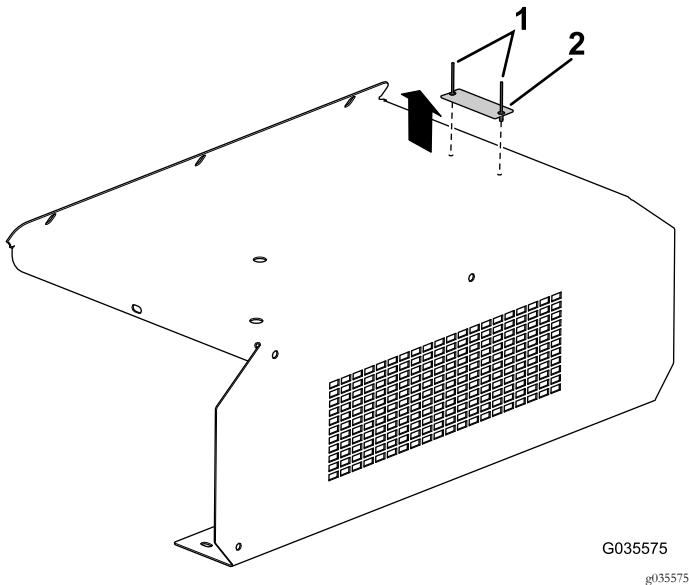

Figura 6
4. Retire la placa de serie de la defensa de enjuague retirada, extrayendo los remaches (Figura 6).